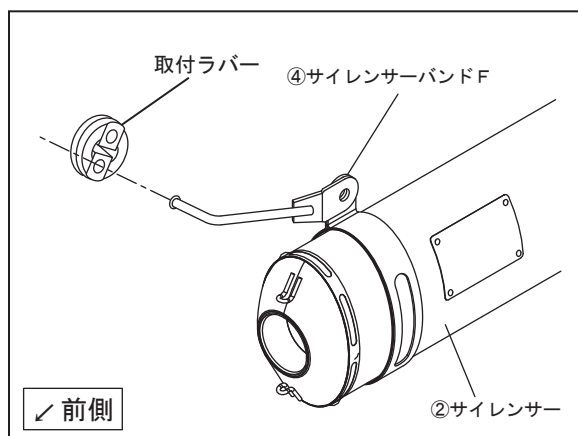

FIG. 5
8. 純正クランプバンドを使用して、純正フロントパイプに①テールパイプFを取り付け、仮締めして下さい。
9. サイレンサーバンドF/Rのハンガーをそれぞれ純正サイレンサーを取り付けていたラバーに通して下さい。(FIG. 5, 6 参照)